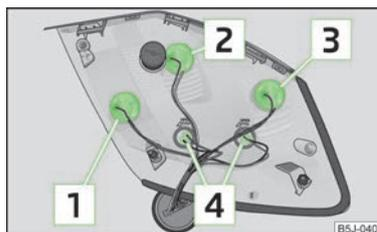

Abb. 155
Glühlampenordnung in der Rückleuchte » Abb. 155.
- › Zum Wechseln der Glühlampe die Lampenfassung bis zum Anschlag **entgegen dem** Uhrzeigersinn drehen und aus dem Gehäuse herausnehmen » Abb. 155.